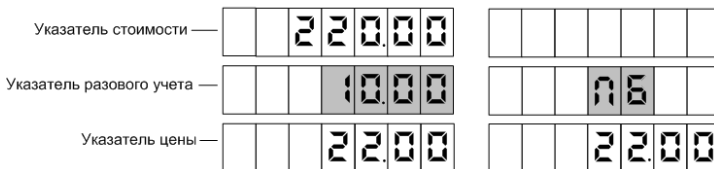

Рисунок 8
7.2 Для выдачи топлива необходимо задать дозу с СУ. Когда устройство будет готово к отпуску топлива, в средней строке табло мигающими символами отобразится величина заданной дозы, а в случае отпуска "до полного бака" – символы "ПБ" (рисунок 8).